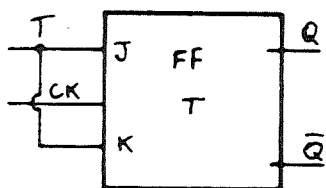

figura 8.4
2.2.1. Monte o esquema da figura 8.4